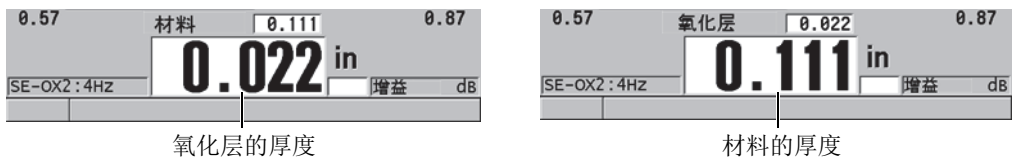

图 7-3 选择以较大字体显示的测量值
- c) 在**大字体**栏中, 选择在测量屏幕中以大字体显示的测量值 (参见第 103 页的图 7-3)。